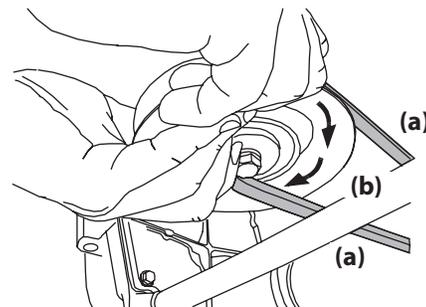

Figura 4-12
- d. Mientras sostiene la correa de la PTO (a), siga girando la polea de la PTO (b) hasta que la correa de la PTO (a) se deslice fuera de la polea (b). Consulte la Figura 4-12.
- Tire del lado derecho de la correa de la PTO hacia atrás y coloque el lado V angosto de la correa de la PTO en la polea de la PTO. Consulte Figura 4-12.
- Mientras sostiene la correa de la PTO y la polea de la PTO juntas, rote la polea de la PTO hacia la izquierda (Vea la Figura 4-12). Siga sosteniendo y rotando la polea de la PTO y la correa de la PTO hasta que la correa de la PTO se enrolle totalmente en la polea de la PTO.